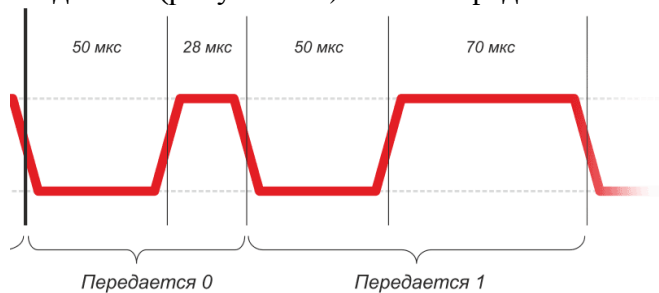

Рисунок 2.8 – Діаграми нуля та одиниці при обміні
3. Прийом даних: далі датчик відправляє 40 біт даних. Перед відправкою кожного біта датчик притискає лінію до землі на 50 мкс, за яким слід імпульс тривалістю 26-28 мкс для "0" або 70 мкс для "1" (рисунок 2.8). Після передачі лінія звільняється.